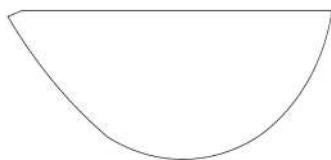

Рис. 113. Чашка
4. **Чашка выпарная** (рис. 113) - это сосуд полусферической формы, с плоским основанием. Имеет горловину с носиком, благодаря которому жидкость сливается без разбрызгивания и потерь. Верхний край оплавлен. Чашка изготавливается из боросиликатного и термостойчивого стекла. Её применяют для нагревания растворов и смешивания сыпучих веществ.